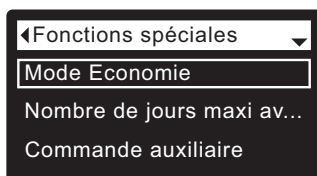

FIG. 85
5. Appuyez sur le sélecteur (O) pour afficher le menu des fonctions spéciales (cf. Figure 85).
9. Appuyez sur le sélecteur (O) : l'afficheur revient au menu des fonctions spéciales (cf. Figure 85).